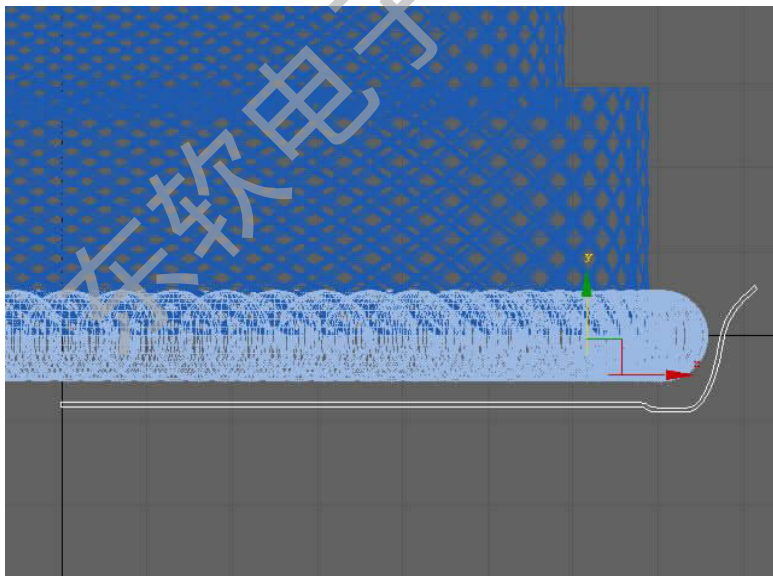

图 2-81 绘制外形
Step 25. 在蛋糕的底部绘制托盘的轮廓，并使用轮廓命令调节托盘的厚度，如图 2-81 所示。